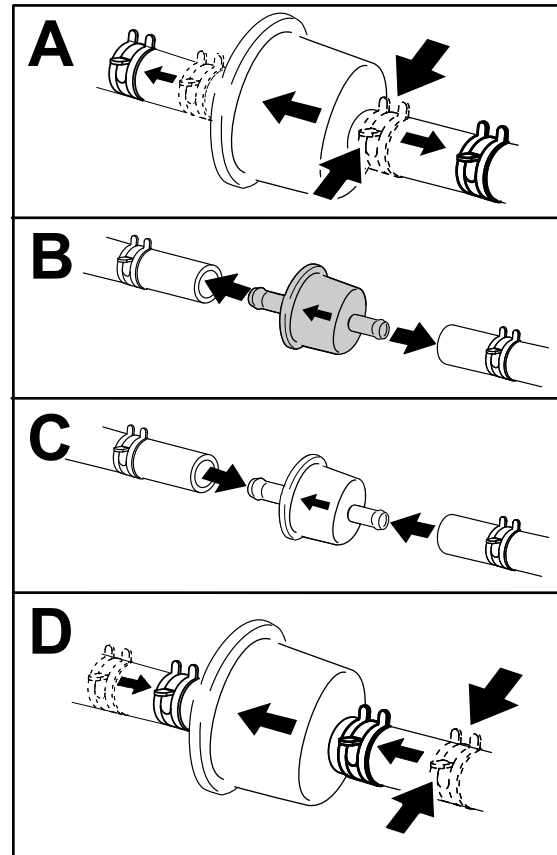

Figure 43
3. Remplacez le filtre à carburant (Figure 43).